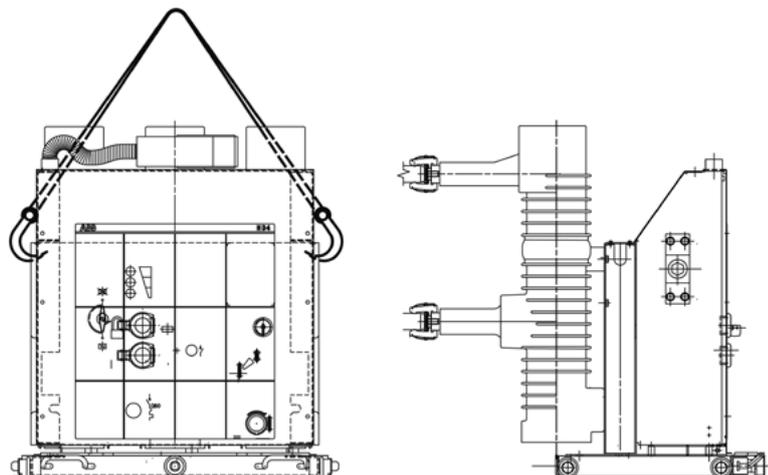

Fig.13c
6.4.4.2 Manutention avec grue (Fig.13c)
6.4.4.2 Handling with crane (Fig.13c)